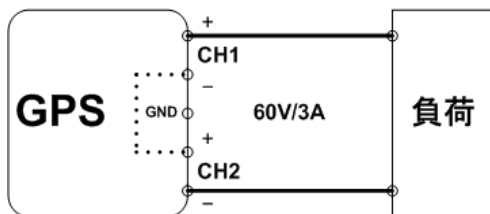

図 5-3 直列トラッキング 配線図
5. 60V/3A の単出力の電源として使用するときは、図 5-3 のように、CH1 の+(正極:赤)端子と CH2 の-(負極:黒)端子を負荷に接続してください。